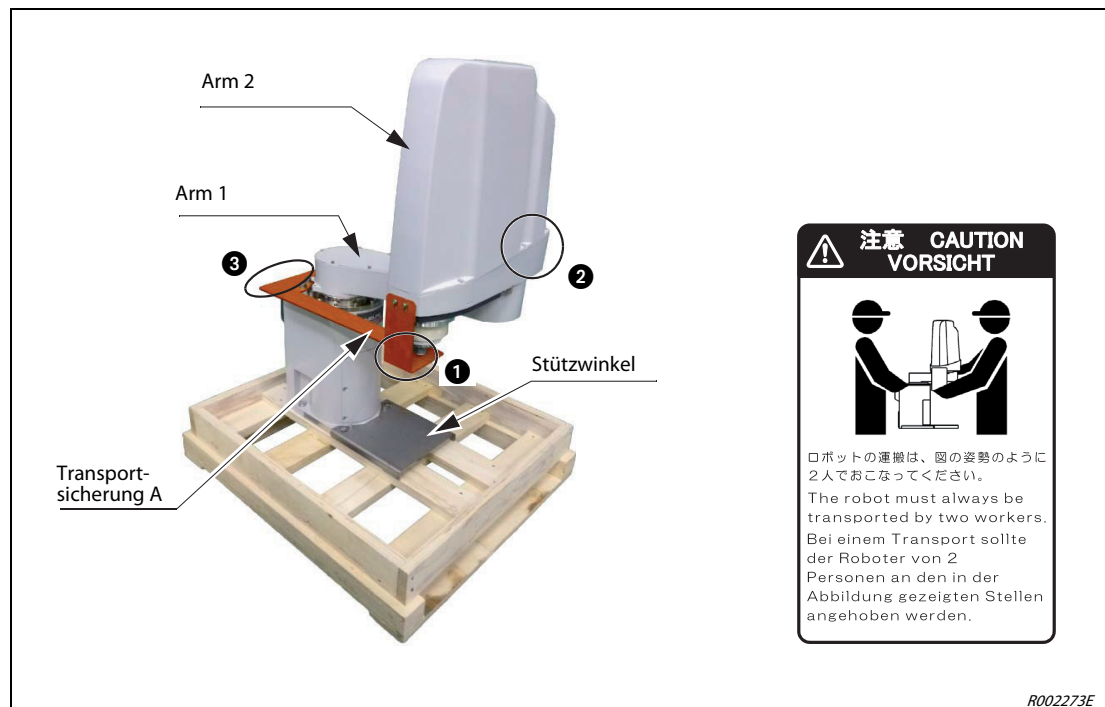

Abb. 3-7: Haltepunkte am Roboterarm
- Tragen Sie den Roboterarm immer an den Haltepunkten ①, ② und ③. Tragen Sie den Roboterarm niemals an den Abdeckungen, da dies zu Beschädigungen führen kann.
- ① Der Transport muss immer mit zwei Personen erfolgen. Eine Person muss den Roboter dabei an Punkt ① der Transportsicherung A im Spindelbereich des Arms 2 und an Punkt ② des Arms 2 tragen, die andere an Punkt ③ der Transportsicherung A im Basisbereich (siehe Abb. 3-7). Tragen Sie den Roboter niemals an den Seiten oder an den Abdeckungen, da diese sich lösen können und der Roboterarm zerstört wird.